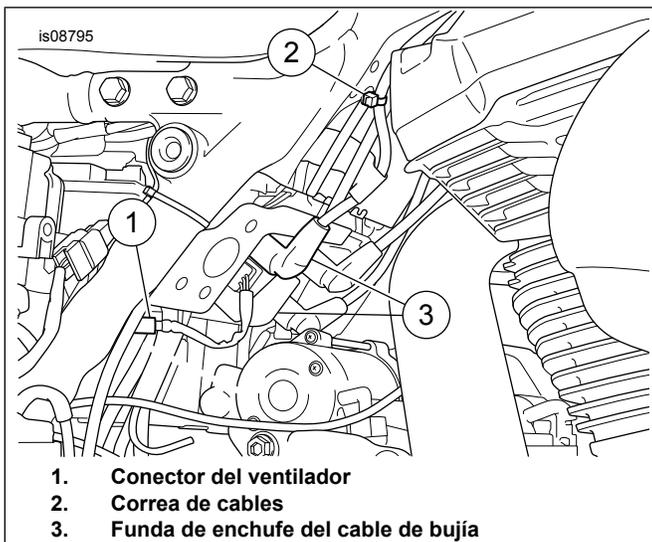

Figura 1. Conector del ventilador
7. Vea Figura 1 . Localice el conector del ventilador (1) y desconecte.
- *Cuando se reposiciona, las fundas del cable de la bujía derecha (3) en el paquete de bobinas deben estar orientadas hacia el lado izquierdo del vehículo.*
- *Vea Tabla 1. Hay agujeros en la estructura para soportar el uso de correas de cables del árbol de Navidad (12) para ayudar a enrutar correctamente un arnés de cables o asegurar los cables de las bujías.*
- *Al enrutar los cables de las bujías (2), asegúrese de que haya suficiente espacio libre entre la estructura y el conjunto del motor.*
Vea Figura 1 . Reposicione las fundas del cable de la bujía del lado derecho.